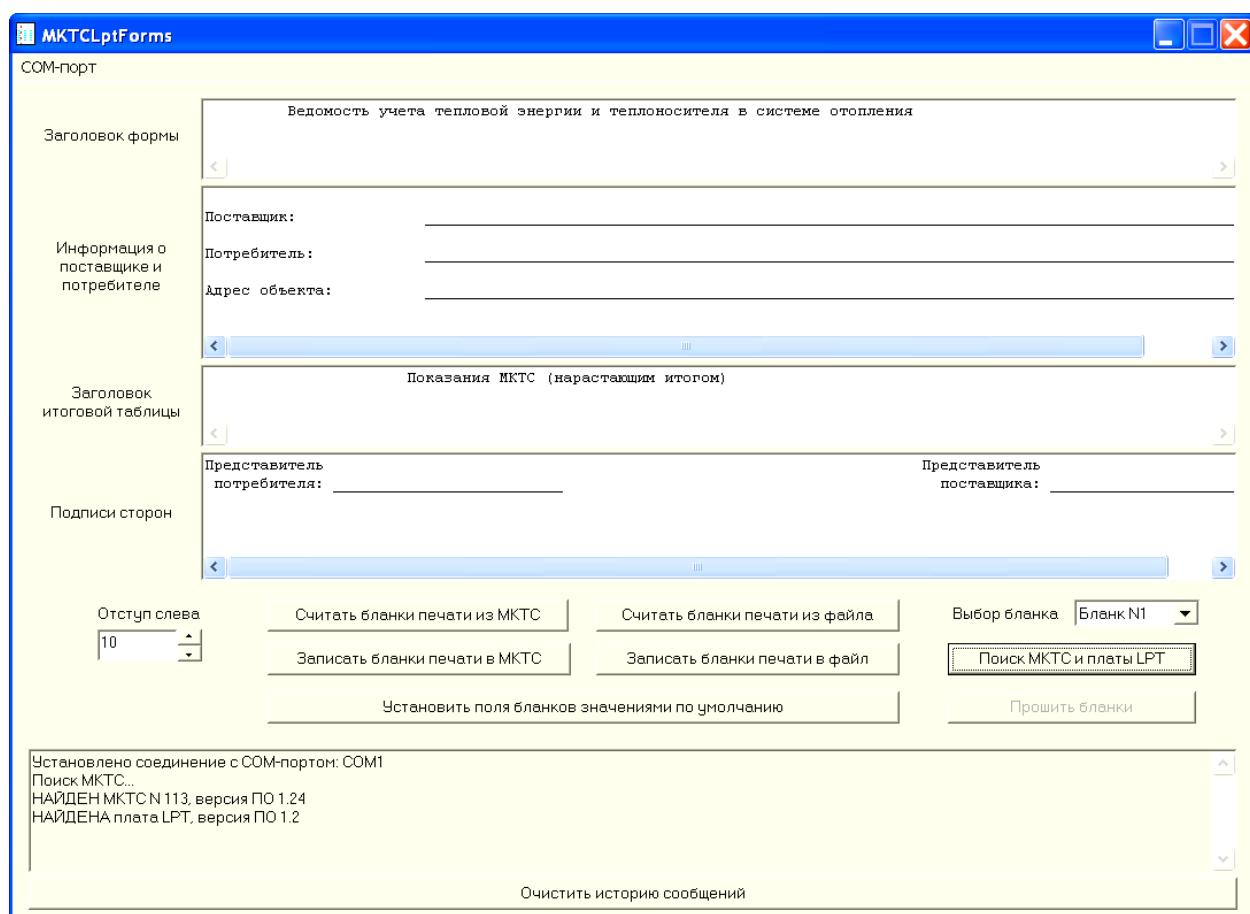

Рисунок 2.2.
С помощью программы **MKTCLptForms** можно редактировать изменяемые поля любого из 8 бланков и записывать их в УПП. Изменению подлежат следующие поля бланков печати (см. Рисунок 2.2):
2. Запустите на ПК программу. Программа должна автоматически связаться с СОМ-портом, выполнить поиск СБ МКТС и УПП, после чего выдать соответствующие сообщения в окно сообщений, расположенное внизу окна программы. В случае, если МКТС и УПП будут найдены, то будут подсвечены кнопки «Считать бланки печати из МКТС» и «Записать бланки печати в МКТС». Вид окна программы в этом случае приведен выше (см. Рисунок 2.2).